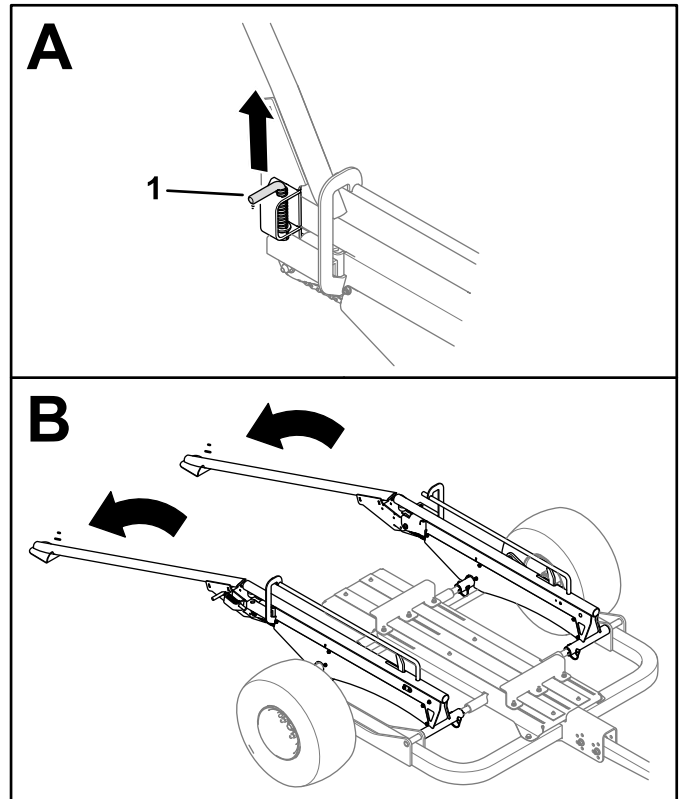

Figura 28
2. Puxe os pinos do trinco em ambos os lados do reboque para libertar os carris ou rampas e baixe até ao chão. Figura 28